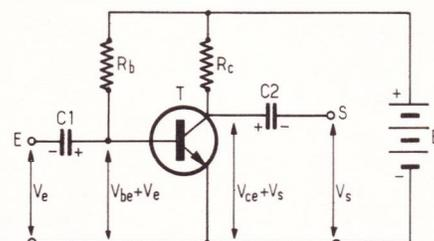

Figure 4
**Supposons maintenant qu'on applique sur la base, à travers le condensateur  $C_1$**  servant d'isolement pour les tensions continues, une faible tension alternative  $v_e$ , de quelques dizaines de millivolts d'amplitude (**figure 4**). Il en résultera une variation alternative du courant de base autour de la valeur moyenne  $I_B$ , donc une variation du courant de collecteur autour de la valeur moyenne  $I_C$ . La chute de tension aux bornes de  $R_C$ , donc la tension  $V_{CE}$ , subiront alors des variations alternatives  $V_S$ . Sur le collecteur du transistor, on recueille une tension totale  $V_{CE}$  en plaçant à la sortie un condensateur  $C_2$ .
Finalement, une tension alternative d'entrée  $v_e$ , donne une tension de sortie  $V_S$ . On appelle gain en tension A de l'amplificateur de la **figure 4**, le rapport
On réalisera l'amplificateur de la **figure 4** en utilisant un transistor de type 2N2925, et en adoptant une tension d'alimentation E de 9 V. Les condensateurs électro-chimiques  $C_1$  et  $C_2$  seront des modèles de  $10 \mu\text{F}$  ou  $22 \mu\text{F}$ , pour lesquels une tension de service de 10 V est suffisante on prendra une résistance de charge  $R_C$  de  $2,2 \text{ k}\Omega$ .
On constatera alors que le gain en tension du circuit de la **figure 4** croît avec la résistance de charge  $R_C$ .